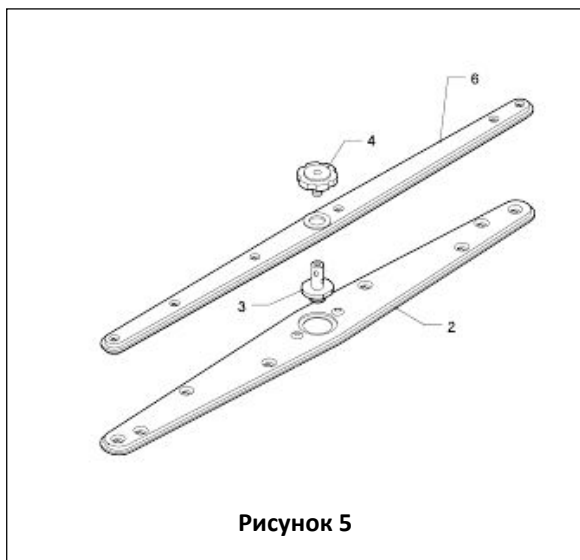

Рисунок 5
2. Не реже одного раза в 2 недели промойте нижнее и верхнее ополаскивающие душирующие устройства, предварительно их разобрав (рис.5) [моющие душирующие устройства широкие (поз. 2), ополаскивающие душирующие устройства узкие (поз. 6)]. Для этого отверните центральный болт (поз. 4), снимите ополаскивающее душирующее устройство, выньте ось (поз. 3), снимите моющее душирующее устройство.